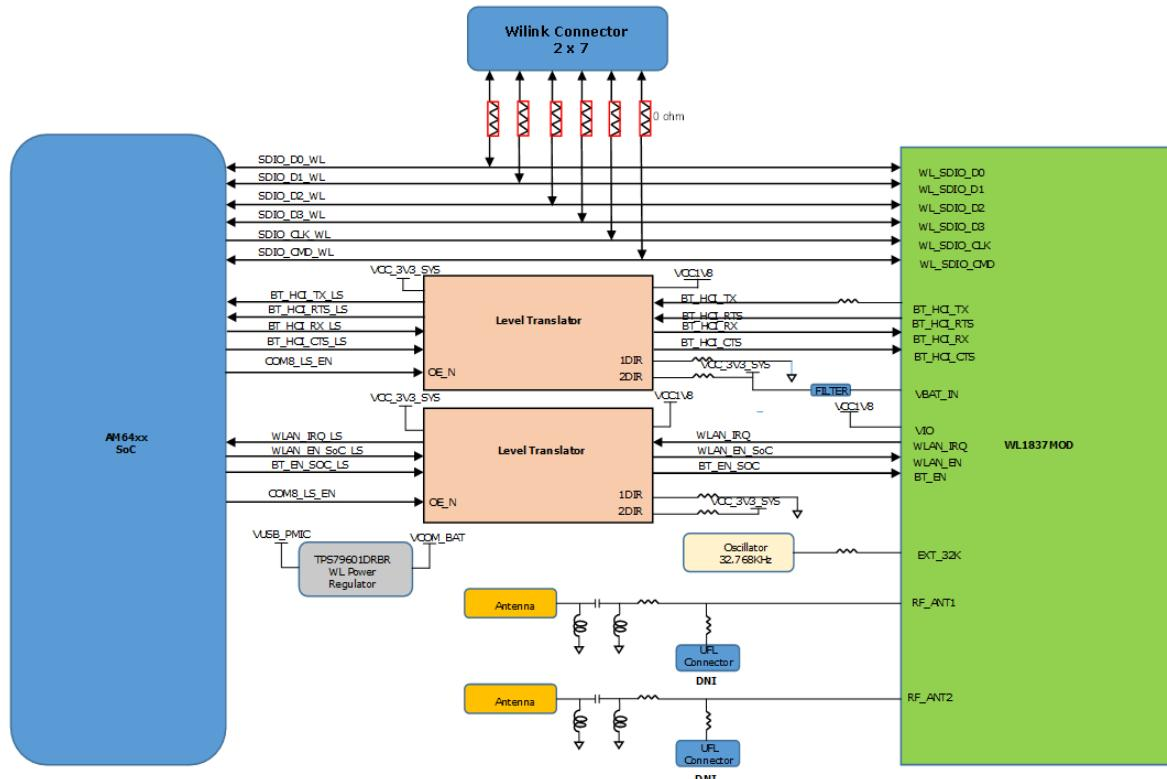

図 2-16. WiLink モジュール インターフェイス
- アシステッド WB スピーチ (AWBS): 改変済み SBC コーデックを内部に実装。図 2-16 に、AM64x に接続した Wilink モジュールのブロック図を示します。